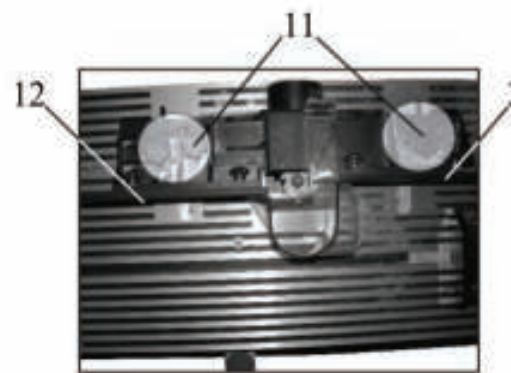

рис. 4
6.8 Установка направляющей (рис. 4)
6.9 Отводящая часть направляющей (рис. 4)